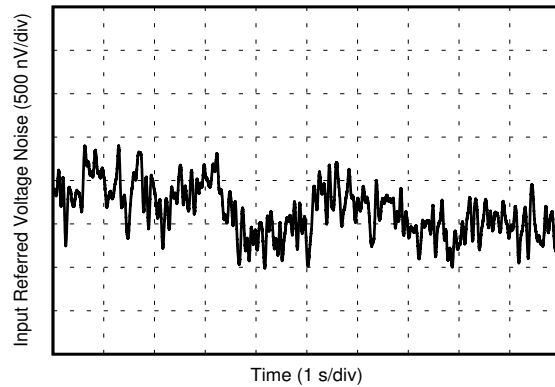

图 9. 0.1-Hz to 10-Hz Noise
0.1-Hz to 10-Hz Noise	Figure 9